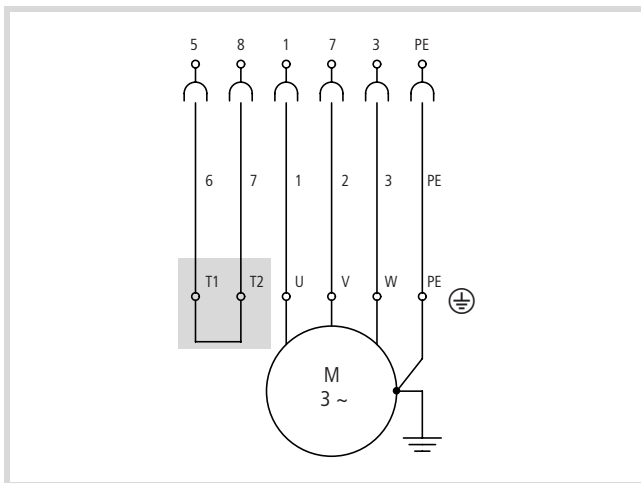
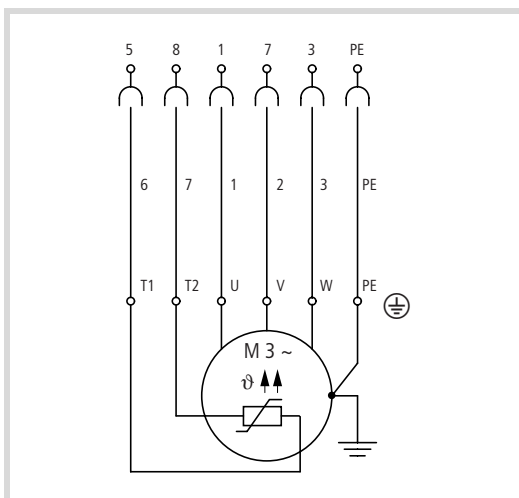

Abbildung 55: Motoranschlus ohne Thermistor
Abbildung 56: Motoranschlus mit Thermistor
- der Thermistor korrekt angeschlossen ist oder ob die Adern 6 und 7 im Motorklemmbrett gebrückt sind (→ Abb. 55 und Abb. 56, Seite 53)